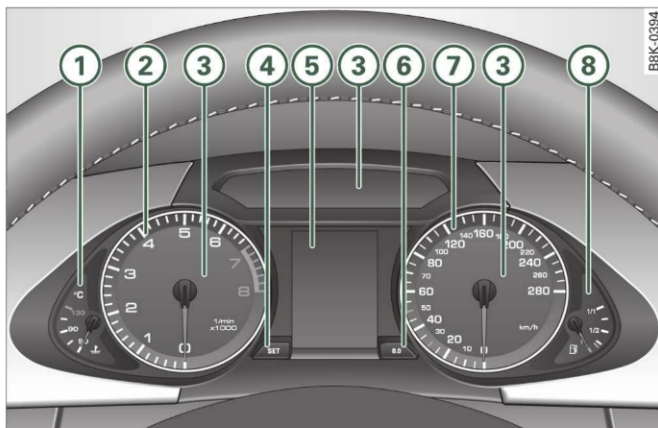

Fig. 2 Prezentare generală a tabloului de bord
Indicatorul temperaturii lichidului de răcire ① ⇒ fig. 2 funcționează numai când contactul motor este pus. Pentru a evita apariția defecțiunilor la motor, luați în considerare următoarele indicații referitoare la zonele de temperatură.
Indicatorul turometrului ② ⇒ pagina 9, fig. 2 se poate afla în zona roșie a scalei numai pentru scurt timp: Pericol de avarie la motor! Începutul zonei roșii a scalei depinde de fiecare motor.